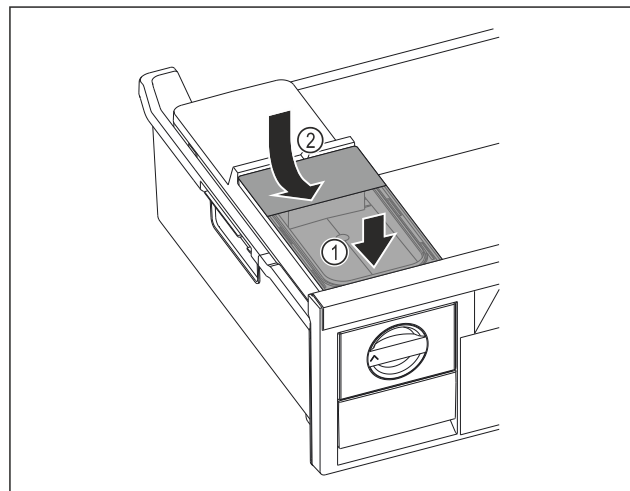

Fig. 77
- ▶ Zbiornik wody wsunąć od przodu. Fig. 77 (1)
- ▶ Zbiornik wody opuścić z tyłu. Fig. 77 (2)